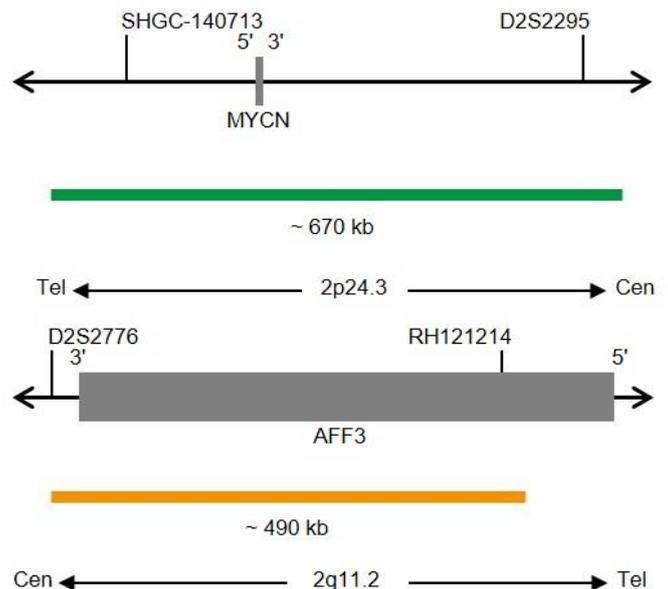

Fig. 1: Arriba: SPEC MYCN Mapa de la sonda; abajo: SPEC 2q11 Mapa de la sonda (no está a escala)
- Polinucleótidos marcados en verde (excitación a 503 nm/emisión a 528 nm) ZyGreen (~10 ng/μl), dirigidos a secuencias localizadas en 2p24.3\* (chr2:15,846,046-16,517,671) que albergan la región del gen MYCN (ver Fig. 1).
- Polinucleótidos marcados en naranja (excitación a 547 nm/emisión a 572 nm) ZyOrange (~4,5 ng/μl), dirigidos a secuencias localizadas en 2q11.2\* (chr2:100,132,806-100,621,725) (ver Fig. 1).